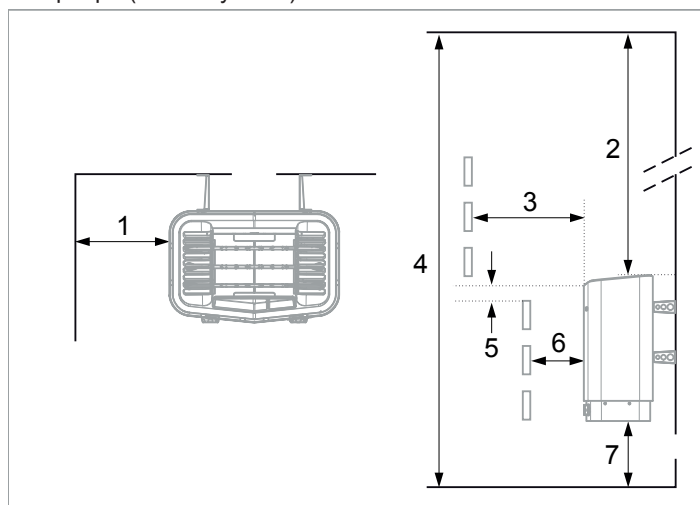

Рисунок 2: Размещение каменки – нормальная установка
- на безопасном расстоянии от пола, боковых стен и интерьера (см. Рисунок 2).